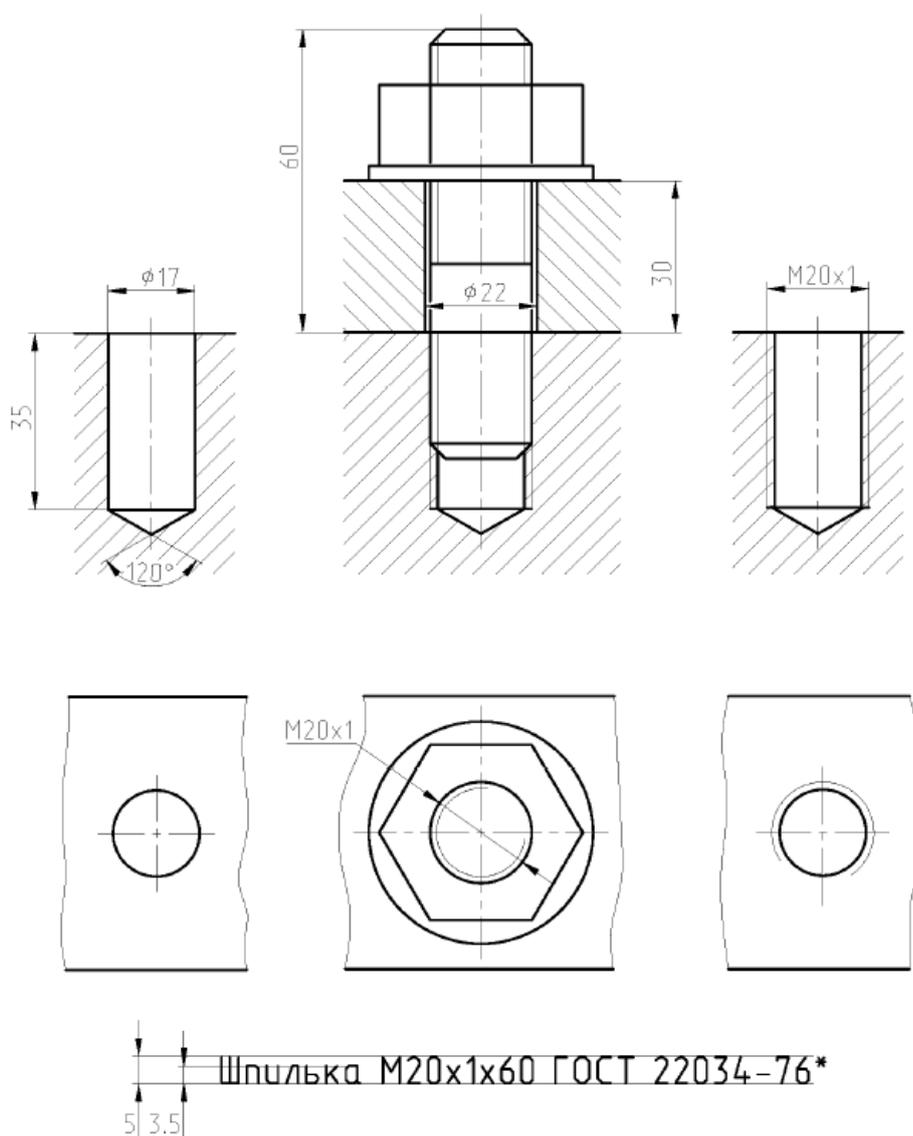

Рис.7. Образец выполнения задания шпилечного соединения
1. Шпильчатое соединение требуется вычертить в двух изображениях: главный вид с фронтальным разрезом и вид сверху. Вычерчивают также глухое сверленное отверстие и глухое отверстие с резьбой (рис.7).
9. По образцу, приведенному на рис. 7 проставить необходимые размеры и написать шрифтом 5 условное обозначение шпильки, обращая внимание на обозначение резьбы с мелким и крупным шагом и материал присоединяемой детали. Например: Шпилька M20x60 ГОСТ 22034-76* (шпилька с диаметром резьбы $d = 20$ мм, крупным шагом, длиной $L = 60$ мм, для деталей из чугуна); Шпилька M20x1x60 ГОСТ 22034-76* (то же с мелким шагом 1 мм).